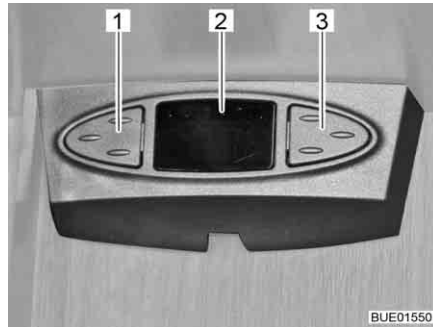

Fig. 60 Souris sat
Souris sat Suivant le modèle, l'antenne parabolique est équipée d'une souris sat. L'affichage (Fig. 60,2) de la souris sat indique la chaîne réglée. Les deux touches servent à la commande des fonctions de base de l'antenne parabolique (changement de chaîne, allumer/éteindre).
- Choisir la chaîne précédente dans la liste de chaînes : Appuyer sur la touche gauche (Fig. 60,1).
- Choisir la chaîne suivante dans la liste de chaînes : Appuyer sur la touche droite (Fig. 60,3).
- Passer de radio à TV et inversement : Appuyer brièvement en même temps sur les touches (Fig. 60,1 et Fig. 60,3).
- Allumer/éteindre le récepteur : Appuyer en même temps sur les touches (Fig. 60,1 et Fig. 60,3) et les maintenir pressées.